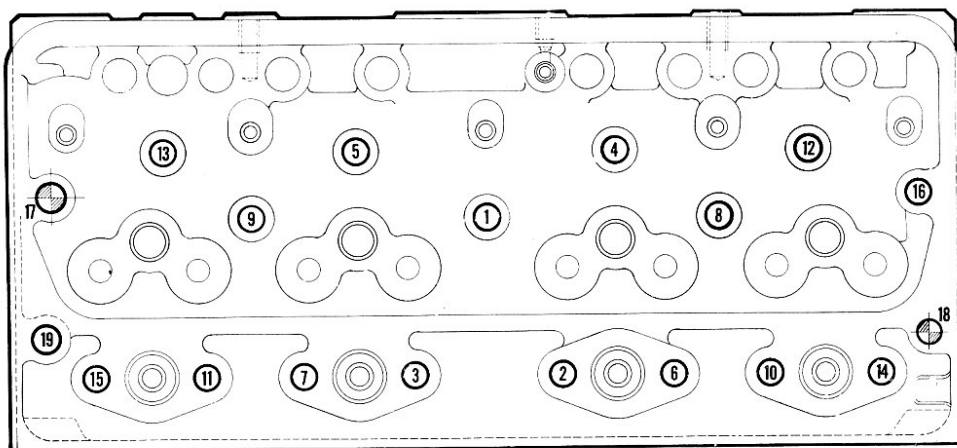

Fig. 5
- 5° Au moyen d'une clé dynamométrique, serrer les écrous de culasse dans l'ordre indiqué à la figure 5 en procédant comme suit pour obtenir une bonne répartition et un serrage rationnel :